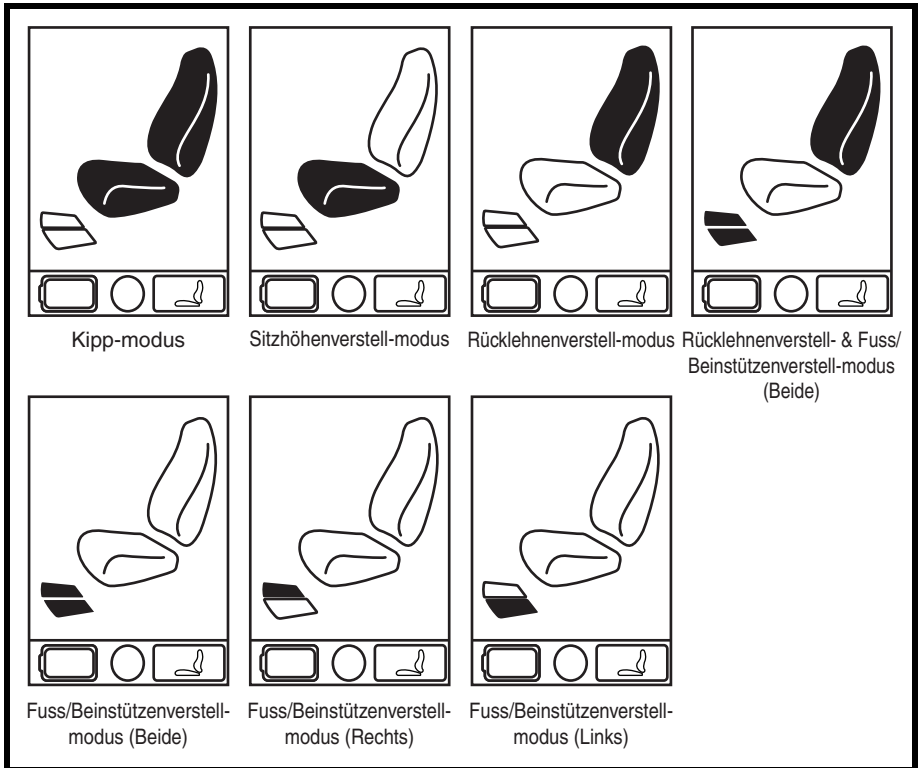

Abb. 1. Stellantriebswahl
3. Drücken Sie den Joystick nach links oder rechts, um die angezeigten Stellantriebe zu durchsuchen, bis der gewünschte Stellantrieb auf dem Display hervorgehoben ist. **Siehe Abb. 1.**